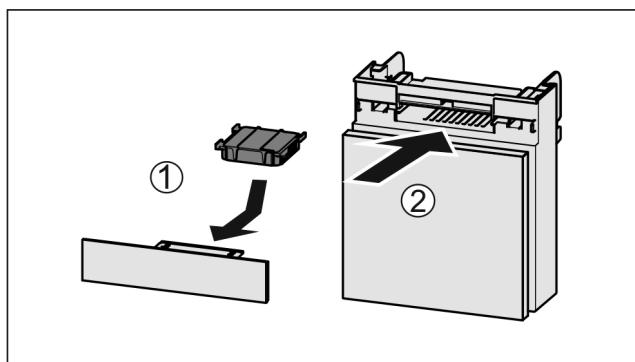

Fig. 68
- Вставити фільтр з активованого вугілля за малюнком Fig. 68 (1).
- Вставити відділення Fig. 68 (2).